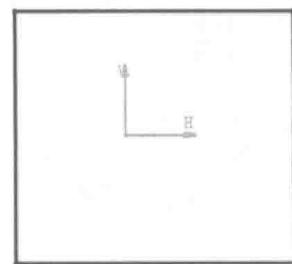

图 4.2 草图轮廓
Step2. 选取 xy 平面作为草绘平面，绘制图 4.2 所示的轮廓。